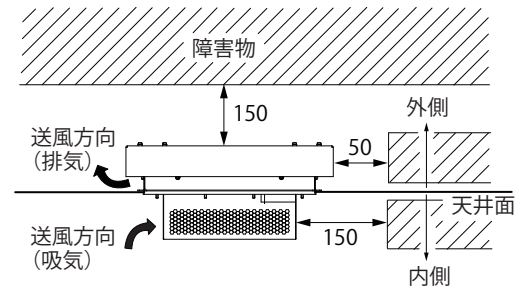

図 1 取付について
- ・送風方向を確認して取り付けてください。キュービクル内部機器の故障のおそれがあります。(図 1)
- ・本製品の吸気口および排気口の通風を妨げないよう、吸気口から障害物までの距離を 150mm 以上、排気口から障害物までの距離を 50mm 以上離すことをおすすめします。(図 1、P7「適切な使用方法」を参照)
- ・メンテナンス時にフードを取り外すため、本体上面から障害物までの距離を 150mm 以上確保してください。(図 1)